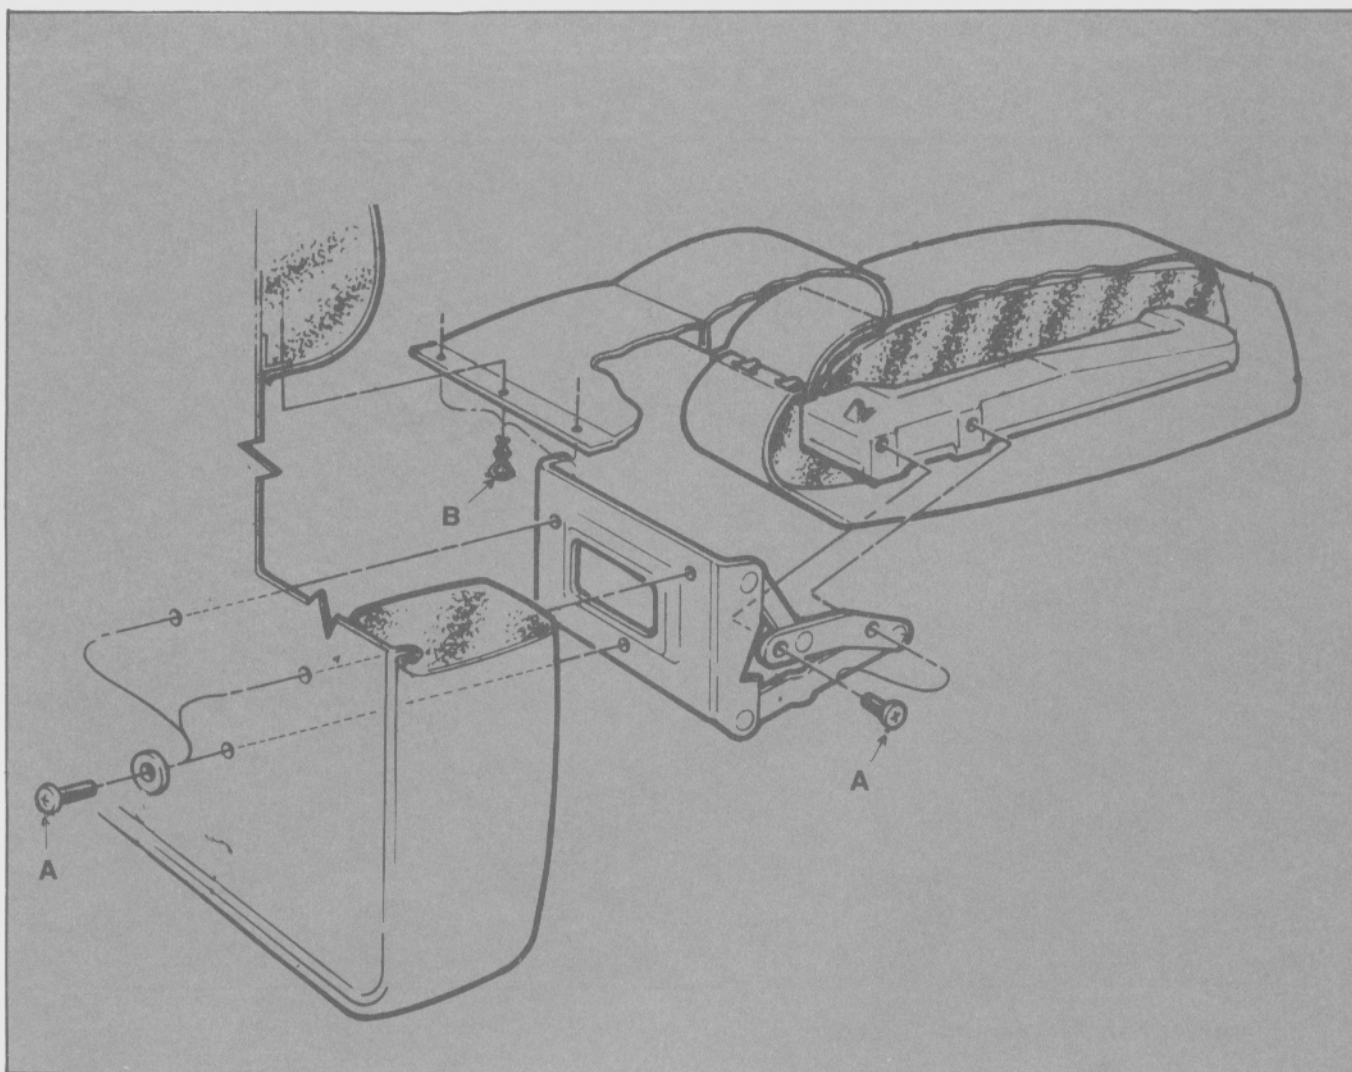

Fig. 30 - Montaje del apoyabrazos traseros.
- Extraer los tres tornillos que vinculan la bisagra del apoyabrazos al respaldo del asiento trasero (Fig. 30).
- Retirar los tornillos (4) que sujetan el apoyabrazos a la bisagra. Retirar la bisagra.
- Extraer los clips (3) de retención de la extensión del tapizado del apoyabrazos al respaldo trasero.
- Retirar el apoyabrazos (Fig. 30).